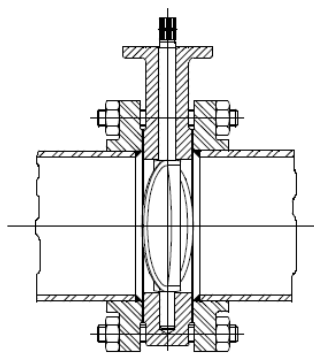

Fig. 2
- 4 - Instalar a válvula na posição semi-aberta para proteger as bordas da borboleta. Apertar levemente os parafusos (Fig. 2).